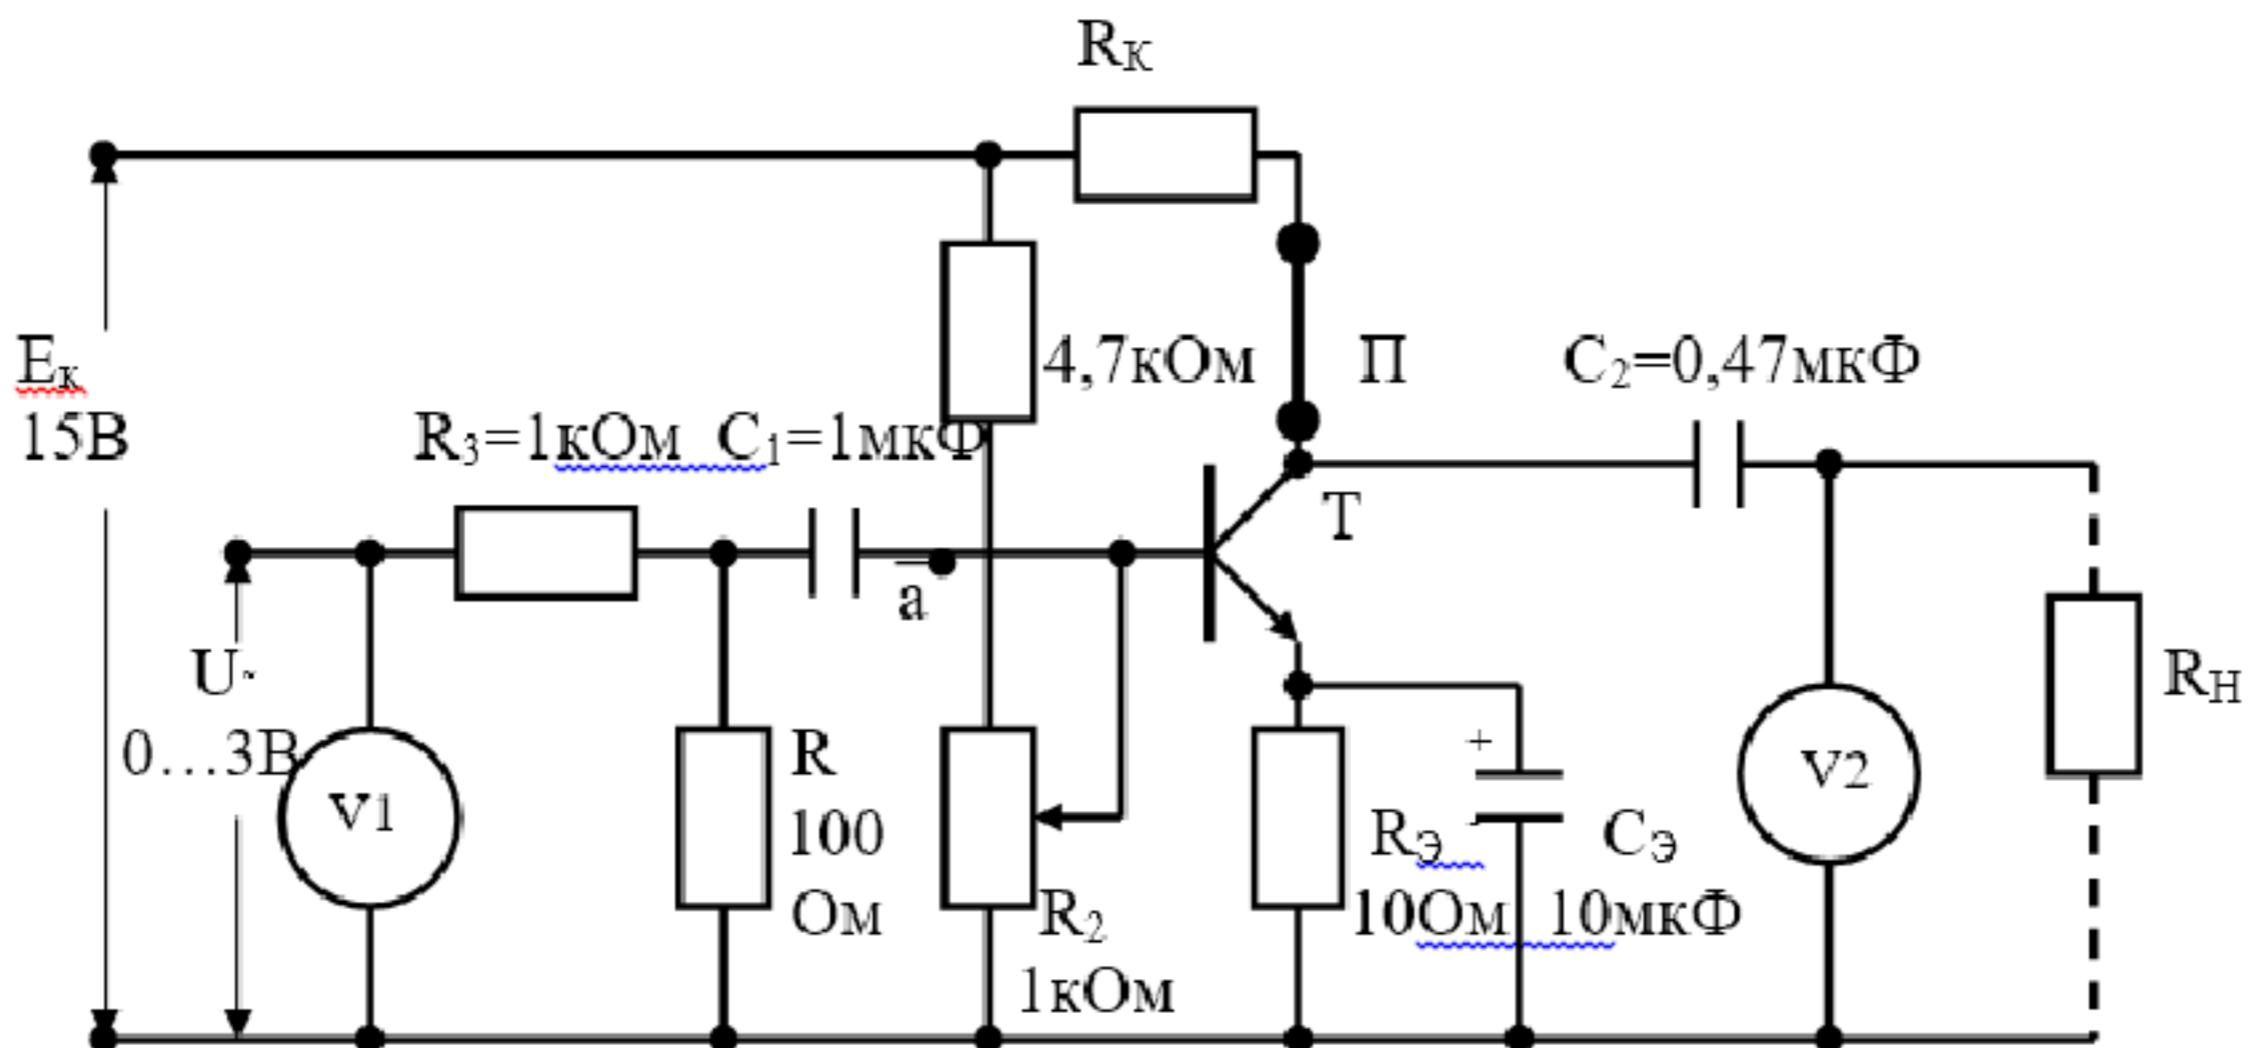

Рисунок 5.1
Схема каскада усилителя переменного тока с общим эмиттером представлена на рис. 5.1.
Ток в цепи базы определяется разностью потенциалов между базой и эмиттером, которая равна (см. рис. 5.1)
Таким образом, включив в разрыв цепи входного сигнала (точка «а» на рис.5.1) добавочное сопротивление и измерив напряжения на выходе усилителя до и после его включения при неизменном входном сигнале, входное сопротивление можно вычислить по формуле (3).